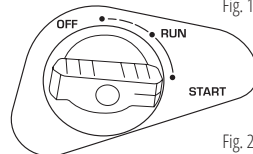

Fig. 2
4. Gire el mando del estérter de aire a la posición «START» (fig. 2).